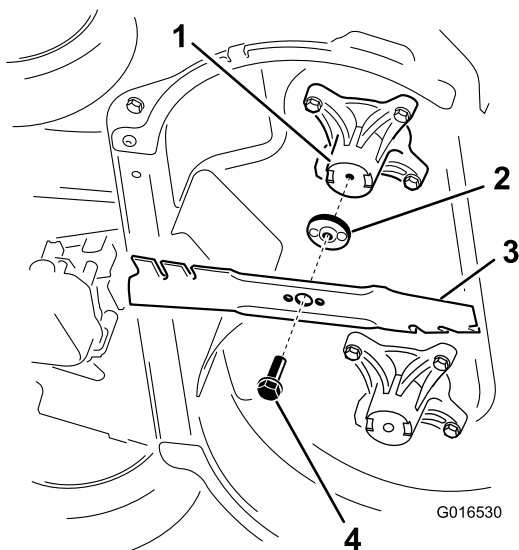

Figure 35
2. Déposez chaque lame comme montré à la Figure 35.
1. Posez la première lame de sorte qu'elle soit horizontale, avec toutes les fixations, comme montré à la Figure 35.